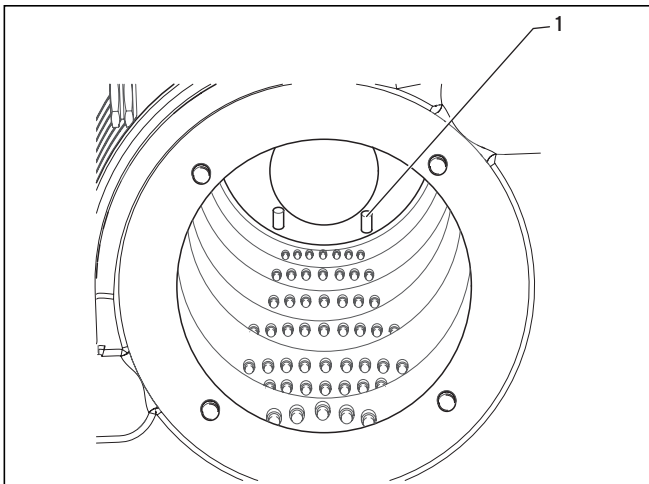
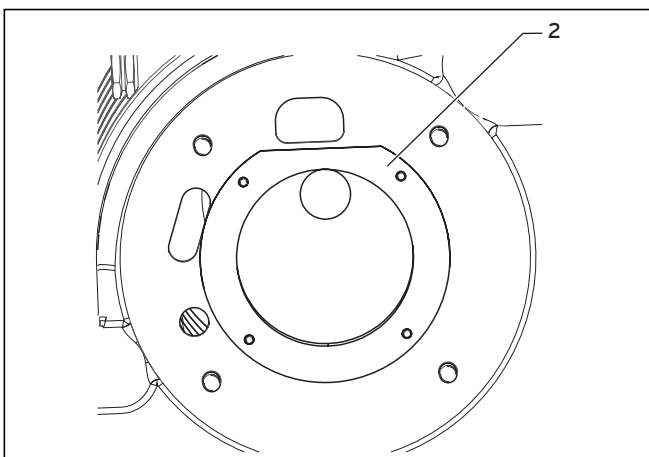

Abb. 8.7 Führungsnuten des Brenners
Abb. 8.8 Frontblech
**Beachten Sie beim Einführen des Brenners, dass dieser auf den hinteren Führungsnuten (1, Abb. 8.7) im Wärmetauscher aufliegt und das Frontblech (2, Abb. 8.8) bündig mit dem Wärmetauscher abschließt.**